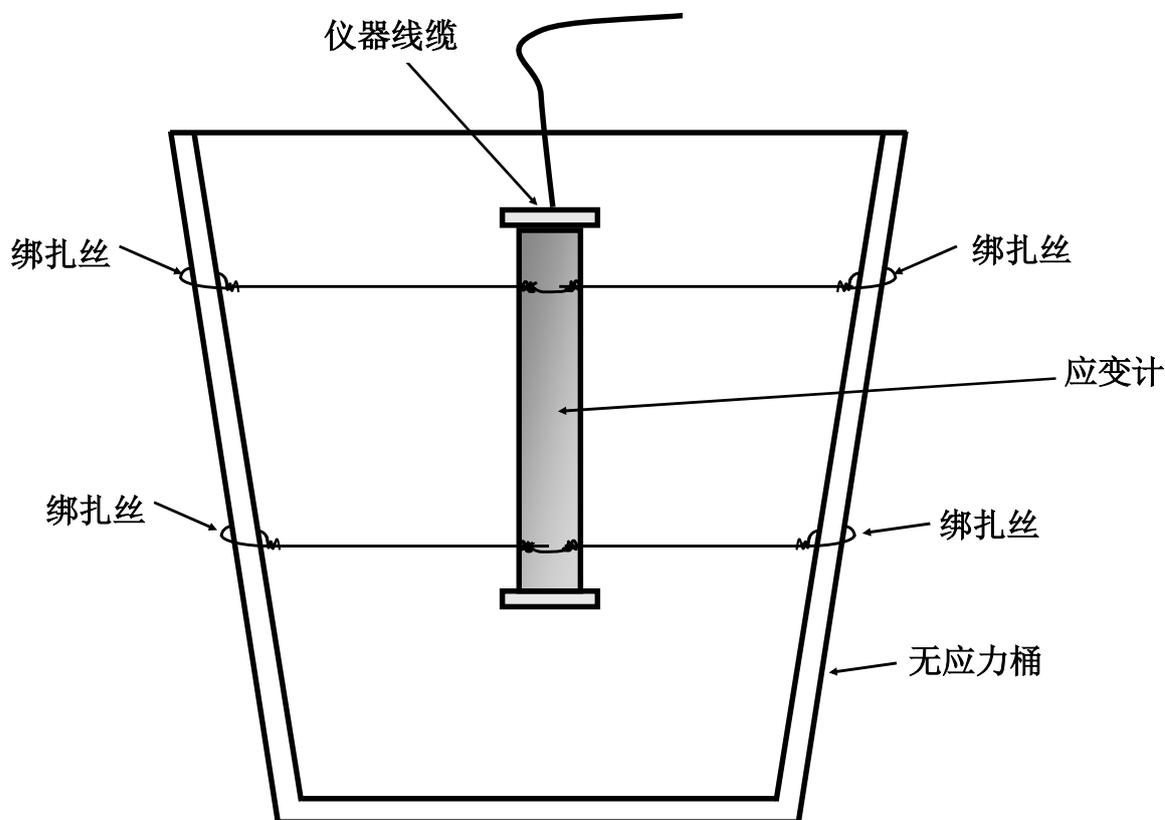

图 5 - 无应力桶预制块安装
- 步骤 2：** 确定好待测钢筋的位置，先将应变计保护管中段夹到安装夹具夹头较小的一端，将安装夹具中间固定螺栓初步拧紧后，再将上好应变计的安装夹具与待测钢筋结构进行固定锁紧；如图 5 所示；